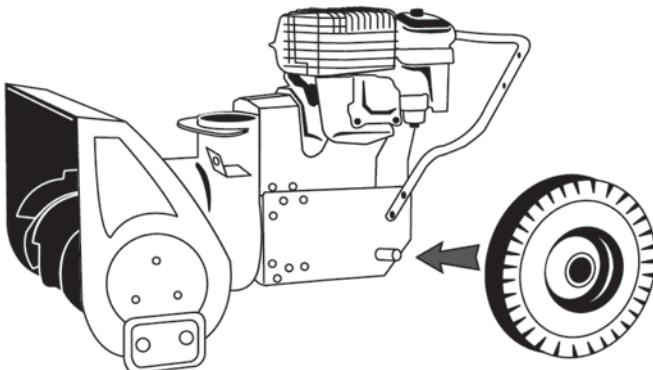

Рис. 3
2. Установите колеса на ведущий вал (если они не установлены изначально), совместите отверстие диска с отверстием на валу, установите в него стержневой палец и зафиксируйте с помощью шплинта (Рис.3).